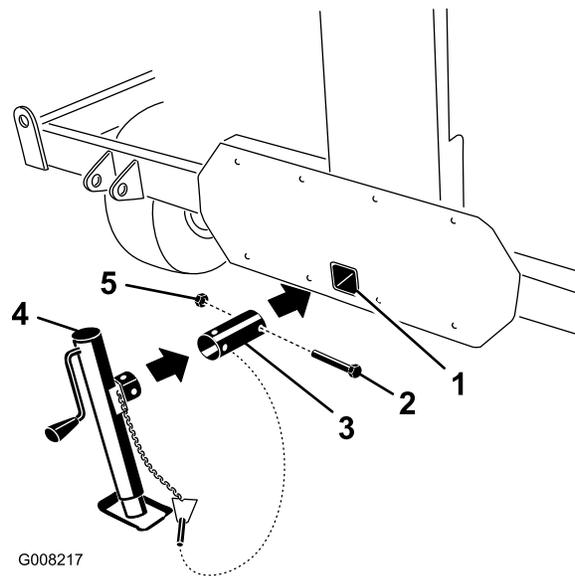

図8
4. 先ほど外したボルトとナットを使って、チューブをコア・プロセッサに固定する図8。
5. ジャッキ・チューブにジャッキ・スタンドを差し込み、取り付け穴をそろえ、リンチ・ピンで固定する図8と図9。
2. 牽引バー取り付け穴にジャッキ・スタンド・チューブを差し込む図8